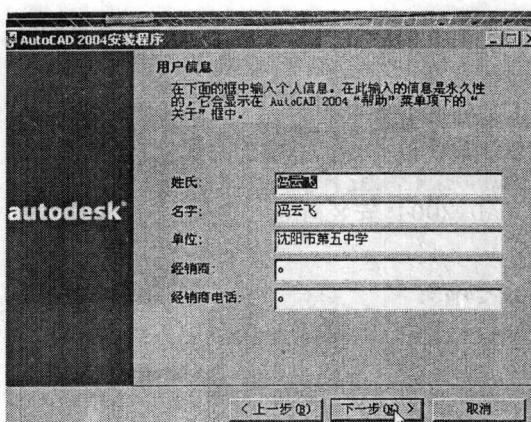

图 1-4 用户信息对话框
- ⑧ 输入序列号，单击“下一步”按钮，弹出“用户信息”(User Information)对话框。在该对话框中分别输入相关信息，然后单击“下一步”按钮。如图 1-4 所示。